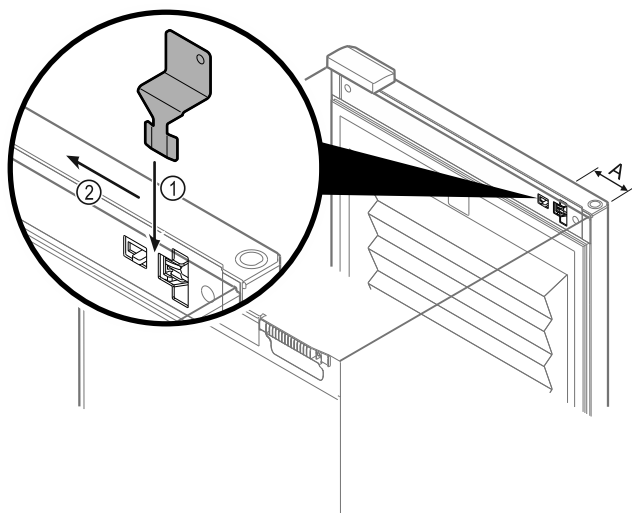

Fig. 136
- ▶ Notentriegelungsschlüssel an vorgegebener Stelle positionieren Fig. 136 (A) ≈ 100 mm.
- ▶ Notentriegelungsschlüssel Fig. 136 (1) zwischen Tür und Gerätekorpus von oben bis zum Anschlag einstecken.
- ▶ Notentriegelungsschlüssel in Richtung Scharnier ziehen. Fig. 136 (2)